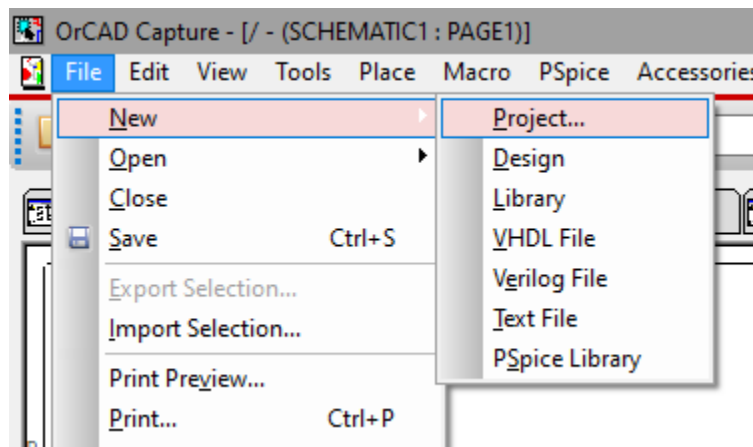

Figura 1: Menu de creacion
1. Se selecciona en el menu superior File - New - Project... como se muestra en la figura 1